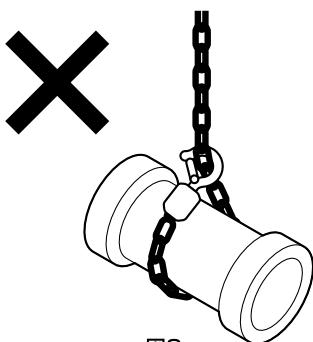

図8
- (20) ロードチェーンを荷に巻き付けて使用しないでください。図8